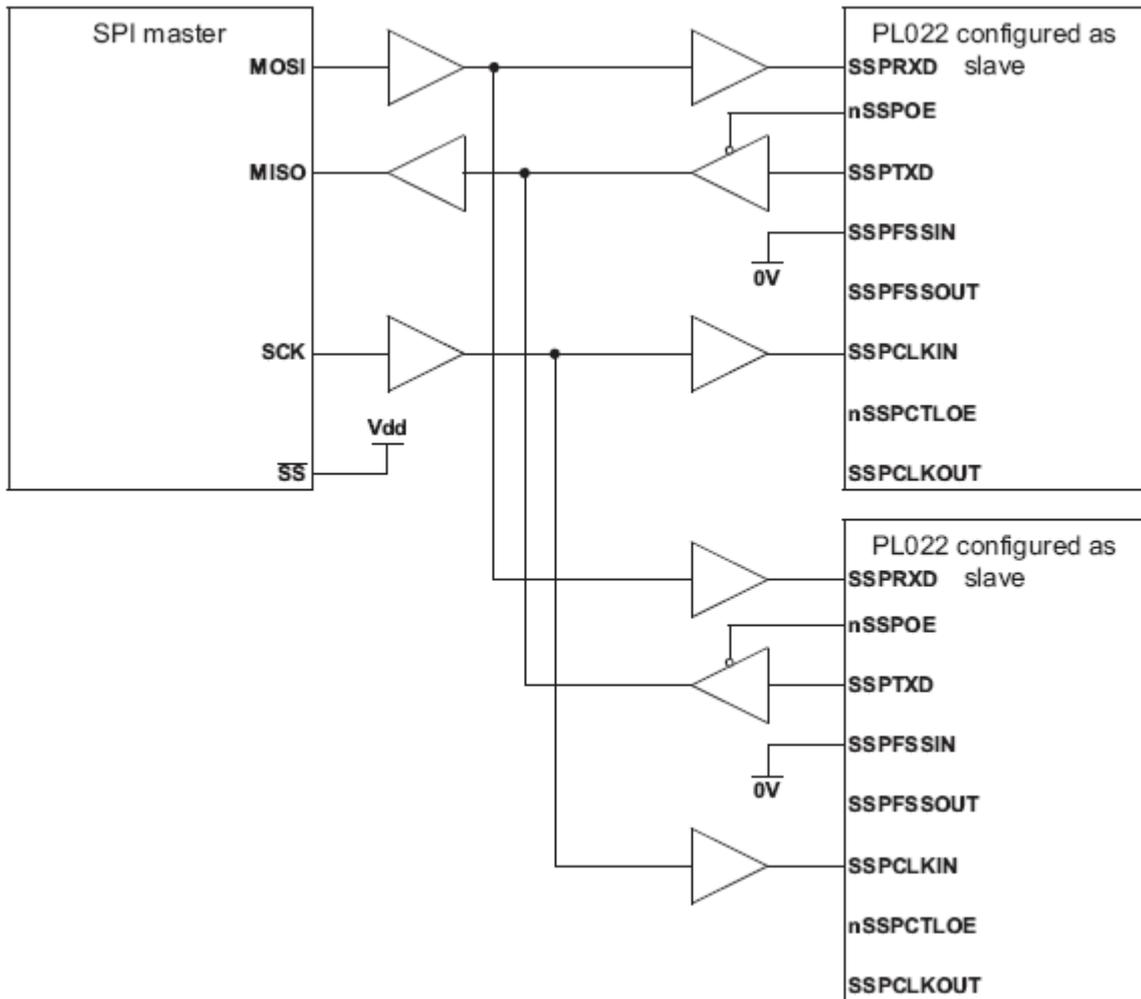

Рисунок 77 – Ведущее устройство, протокол SPI, подключено к двум ведомым модулям SSP
Рисунок 77 показывает ведущее устройство, поддерживающее протокол SPI фирмы Motorola, соединенное с двумя модулями SSP, сконфигурированными для работы в ведомом режиме. Линия Slave Select (SS) ведущего устройства в этом случае установлена в высокий логический уровень. Ведущее устройство осуществляет передачу данных по линии MOSI циркулярно в адрес двух ведомых модулей.